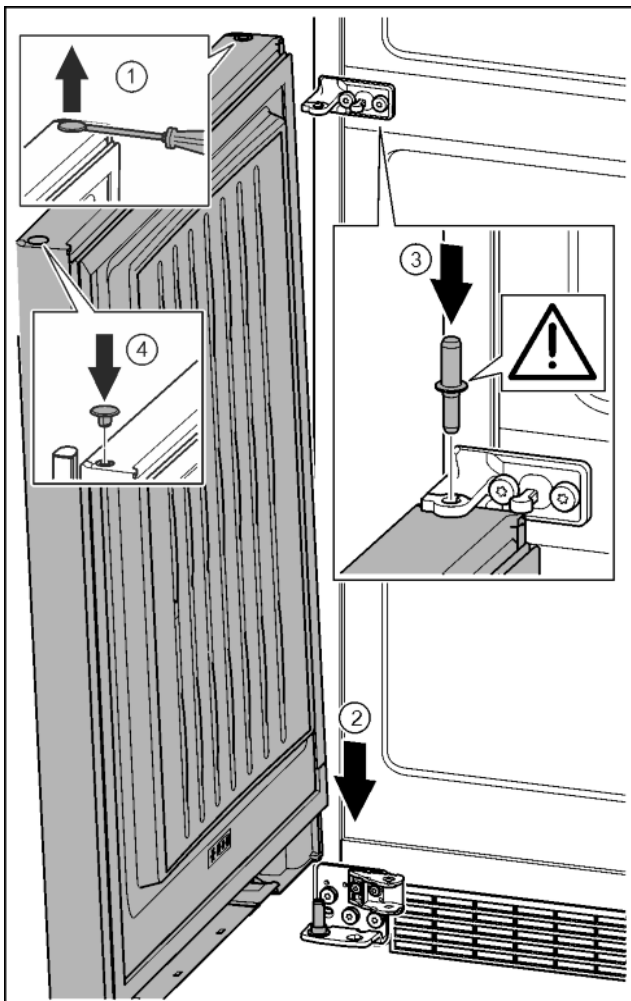

Fig. 40
- ▶ Zátku opatrně nadzvedněte plochým šroubovákem a vytáhněte. Fig. 40 (1)
- ▶ Dveře nasadte shora na dolní ložiskový čep. Fig. 40 (2)
- ▶ Prostřední ložiskový čep vložte do dolních dveří přes střední stojan ložiska. Přitom dávejte pozor, aby zajišťovací vačka směřovala dozadu. Fig. 40 (3)
- ▶ Zátku opět vložte na druhé straně dveří. Fig. 40 (4)